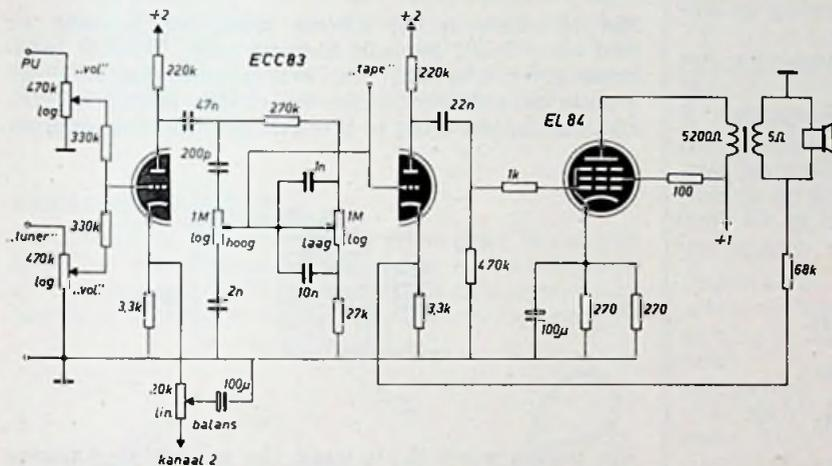

Fig. 1
- Fig. 1 - Substraat.
### Versterker (fig. 1 en 2)